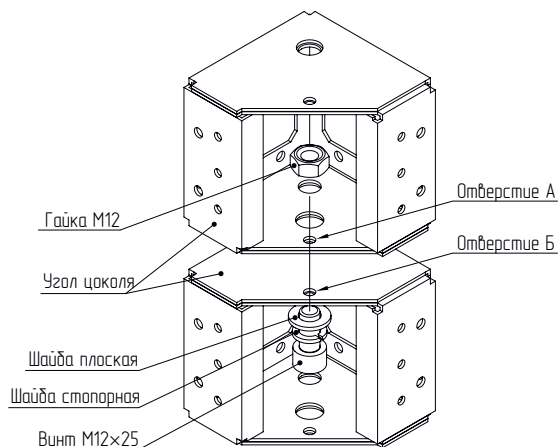

Рисунок 10
4.2.1 Установить два угла цоколя друг на друга, обеспечив соосность отверстий А и Б, и закрепить с помощью винта М12×25, плоской и стопорной шайб, а также гайки М12 (рисунок 10). Момент затяжки – 49 Н·м. Гайка в комплект поставки не входит и приобретается отдельно.